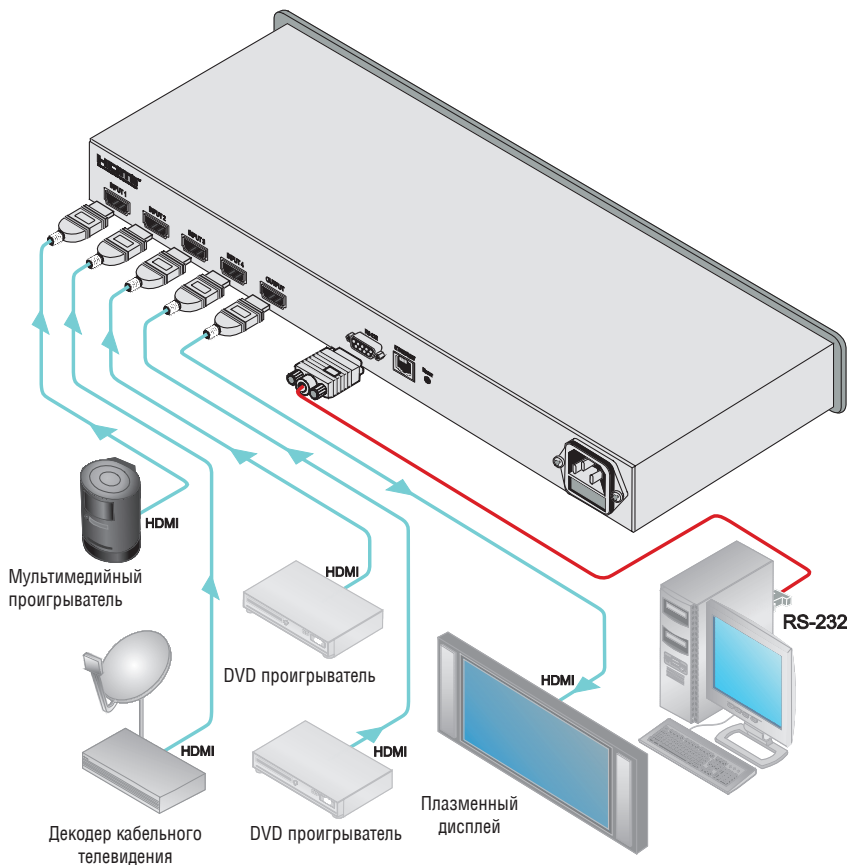

Рис. 2. Подсоединение коммутатора HDMI 4x1 VS-41H
Чтобы подсоединить коммутатор HDMI 4x1 **VS-41H** в соответствии с примером, приведенным на рис. 2, действуйте в следующем порядке (предварительно выключив всю аппаратуру):
5. Подсоедините сетевой шнур к розетке электросети (на рис. 2 не показана).